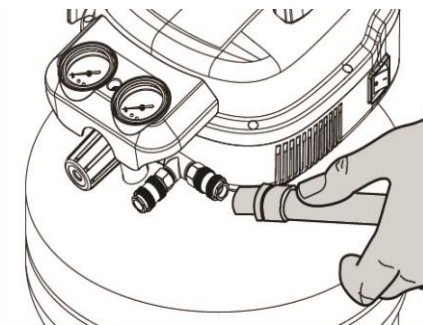

Figure 2
4. Connectez le tuyau à air à la sortie d'air du compresseur d'air (figure 2).